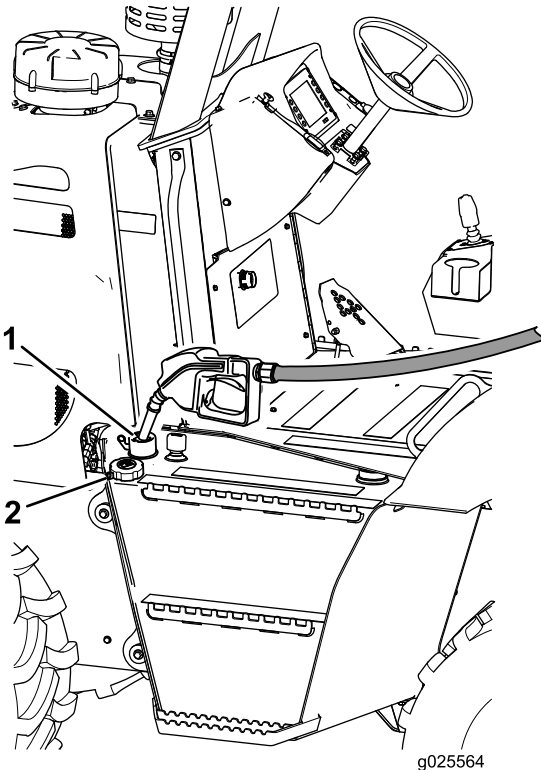

Bild 19
1. Reinigen Sie den Bereich um den Tankdeckel (Bild 19) und nehmen ihn ab.